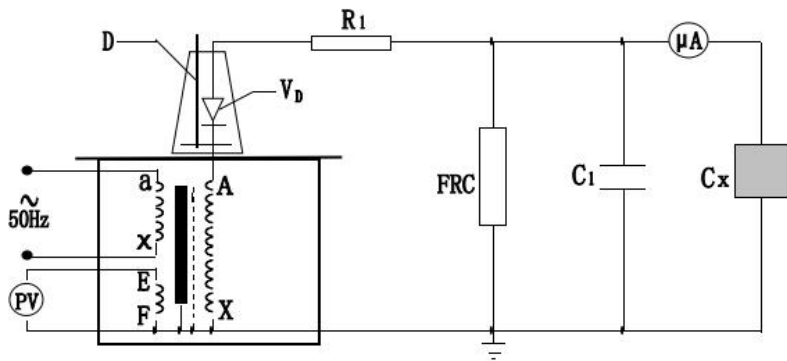

图 6：高压直流泄露试验接线图
1、试验变压器做被试品的工频耐压试验使用接线原理图见图 6。
在工频耐压试验中，低电压侧测量电压(仪表电压)不是非常准确的，其原因是由于试验变压器存在着漏抗，在这个漏抗上必然存在着压降或容升，使试品上的电压低于或高于低压侧测量电压表上反映出来的电压。工频耐压试验时，被试品上的电压高于试验变压器的输出电压，也就是所谓容升现象。感应耐压试验时，试验变压器的漏抗必然存在着压降。为了准确测量被试品上所施加的电压，因此常在高压侧接入 FRC 阻容分压器来测量电压(见图 6)。